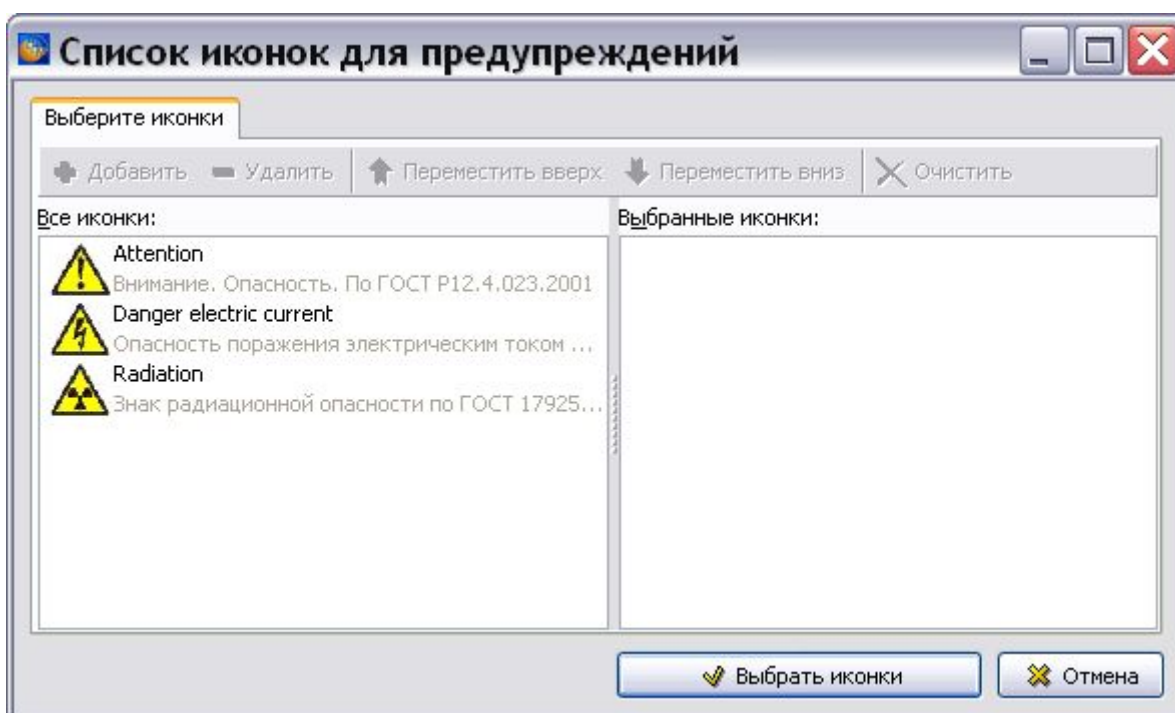

Рис. 5.35
1. В окне **Добавление записи** (или **Изменение записи**) нажмите на кнопку . После этого откроется окно **Список иконок для предупреждений** (Рис. 5.35).